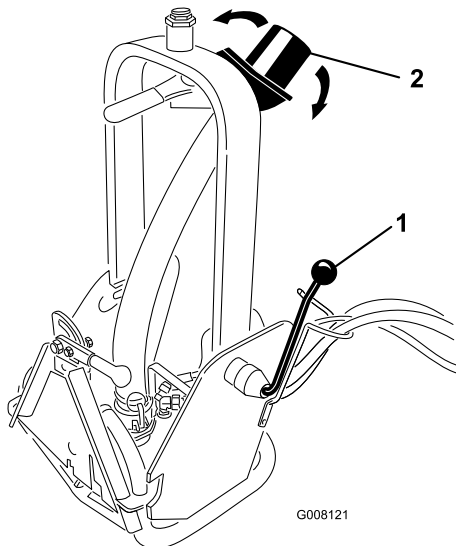

Figura 6
L'ugello di scarico (Figura 6) può essere regolato in basso e in alto o da lato a lato per dirigere il flusso nella posizione opportuna.
- Ruotate la maniglia di blocco (Figura 6) per sbloccare la torretta girevole.